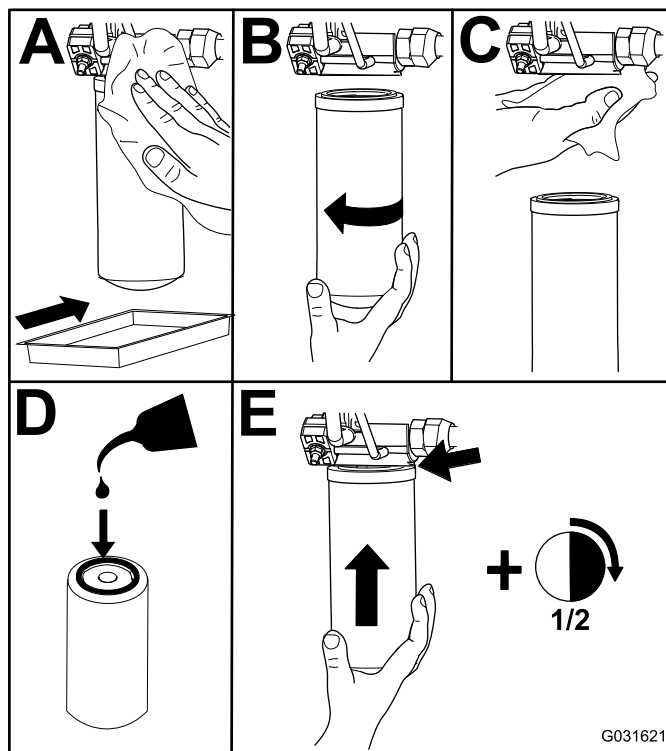

Figura 97
- Substitua os filtros hidráulicos (Figura 97).